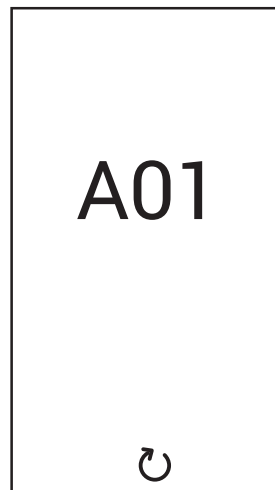

рис. 5
**Неисправность типа А (Рис. 5):** Для разблокировки котла при наличии данного вида неисправности необходимо держать нажатой кнопку до тех пор, пока не появится надпись “Confirm?” (“Подтверждаете?”). Затем подтвердите нажатием на кнопку .